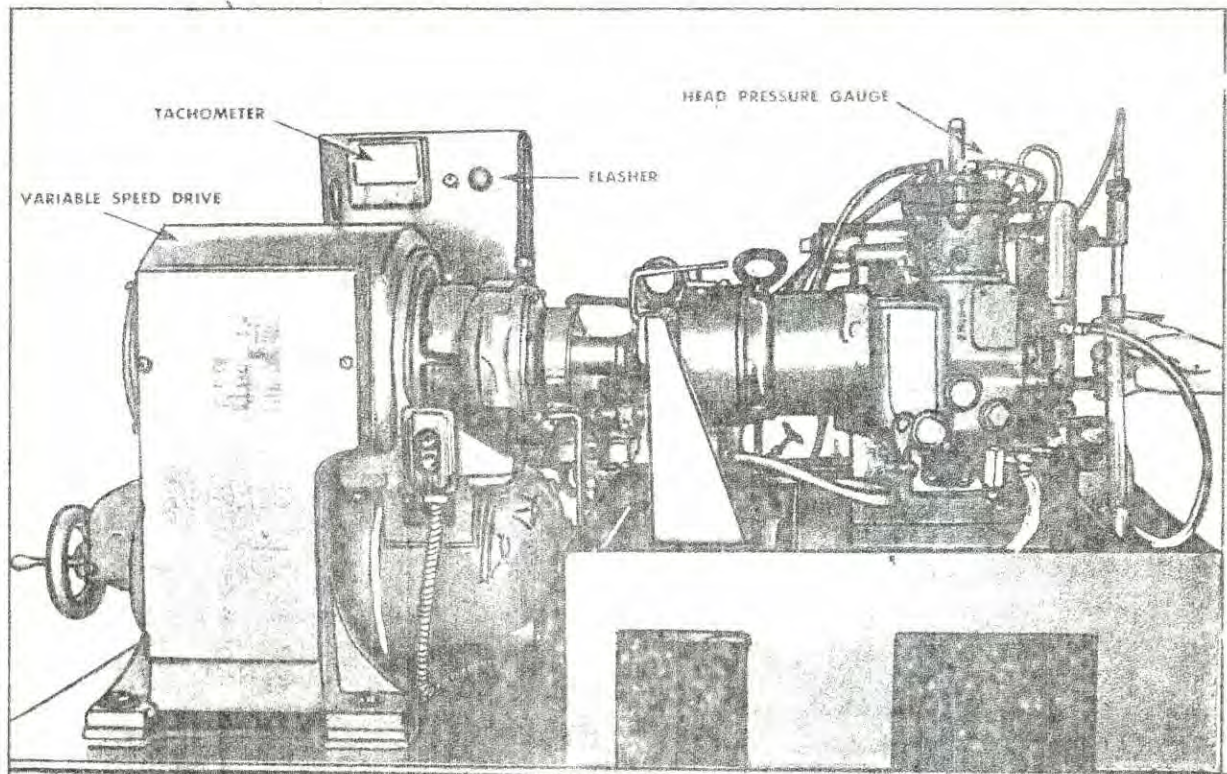

Fig. 1. Banco de ensayos ST-273 para ensayo de bombas Cummins.
DISPONER DEL BANCO DE ENSAYOS ST-273 (Fig.1) PROVISTO DE LOS SIGUIENTES ELEMENTOS:
11. TUBERIAS Y CONEXIONES DE COMBUSTIBLE SEGUN REPRESENTA LA Fig.1. PARA EL REGLAJE Y SINCRONIZACION.